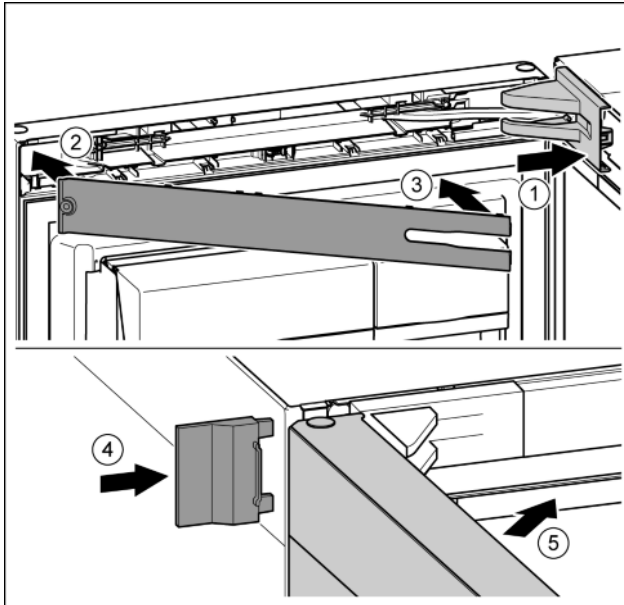

Fig. 42
- ▶ Lagerbockabdeckung aufsetzen und einrasten, ggf. vorsichtig auseinanderdrücken. Fig. 42 (1)
- ▶ Blende aufsetzen. Fig. 42 (2)
- ▶ Blende einschwenken und einrasten. Fig. 42 (3)
- ▶ Äußere Abdeckung aufschieben. Fig. 42 (4)
- ▶ Obere Tür schließen. Fig. 42 (5)